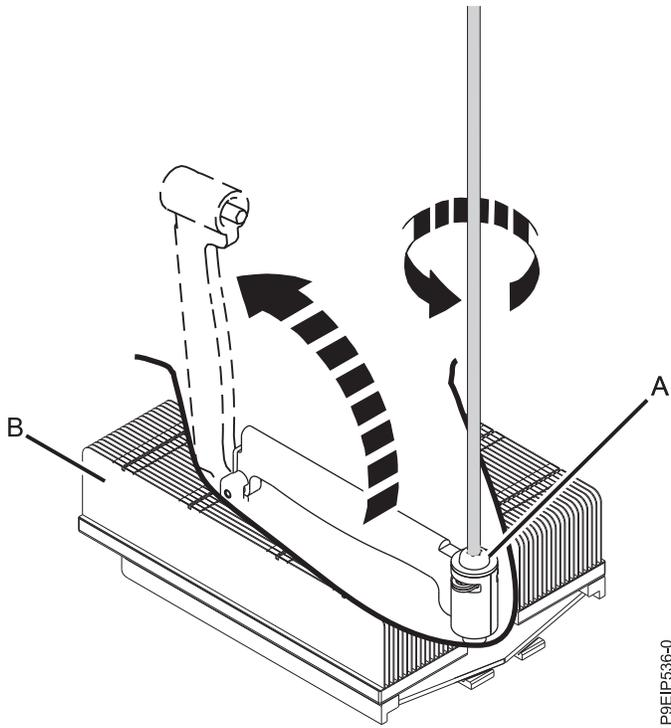

Figura 41. Aflojar el tornillo del brazo de carga del disipador térmico
4. Afloje el tornillo del brazo de carga **(A)** del disipador térmico **(B)** que está extrayendo con un destornillador de estrella nº3. El brazo de carga gira en la dirección que se muestra en la Figura 41 en la página 44.